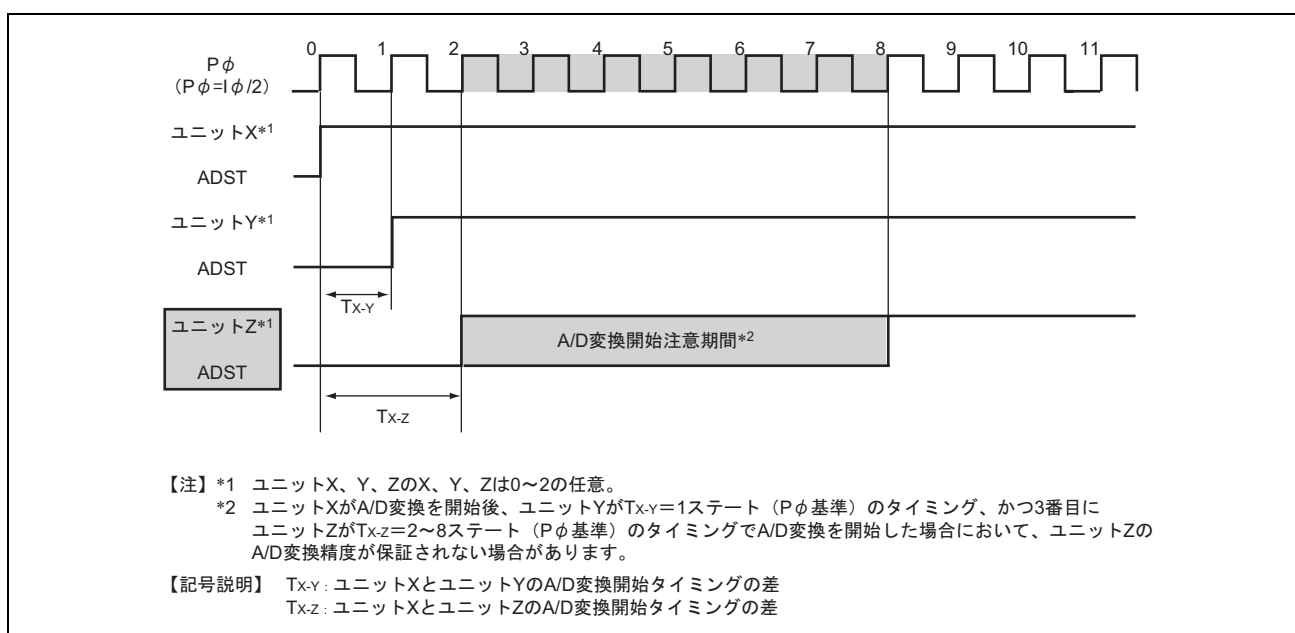

図 19.15 3番目にA/D変換を開始したユニットZの、A/D変換精度が保証されない場合の動作タイミング2
- 図19.15に示すようにユニットXがA/D変換を開始後、ユニットYが $T_{X-Y} = 1$ ステート ($P\phi$ 基準) のタイミング、かつ3番目にユニットZが $T_{X-Z} = 2 \sim 8$ ステート ($P\phi$ 基準) のタイミングでA/D変換を開始した場合において、ユニットZのA/D変換精度が保証されない場合があります。